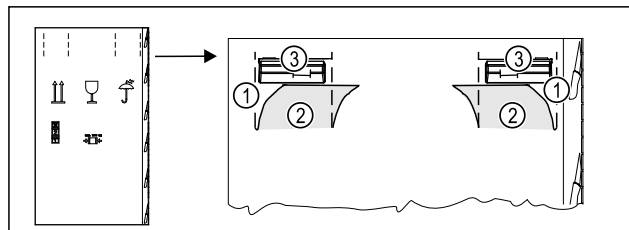

Fig. 3
- Verpackungskarton oben an der Perforierung Fig. 3 (1) eindrücken.
- Eingedrückte Laschen Fig. 3 (2) herausziehen.
- Tragegriff Fig. 3 (3) rechts und links ist sichtbar.
- Gerät an den Tragegriffen Fig. 3 (3) halten.